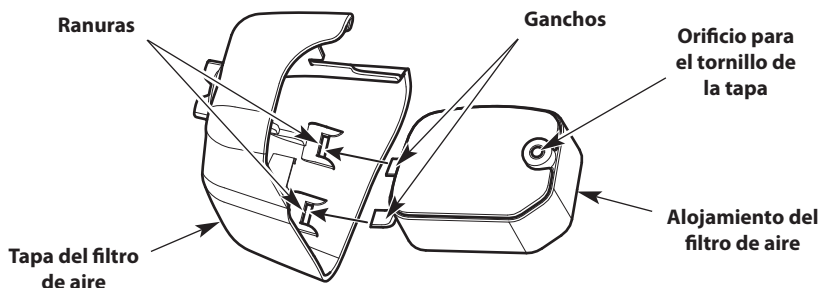

Fig. 13
7. Inserte los ganchos del alojamiento del filtro de aire dentro de las ranuras de la tapa del filtro de aire (Fig. 13).
8. Debe girar la tapa del filtro de aire hacia la derecha y alinear el tornillo de la cubierta con el orificio destinado a dicho tornillo (Fig. 13). Apriete el tornillo de la tapa para sujetar dicha tapa.